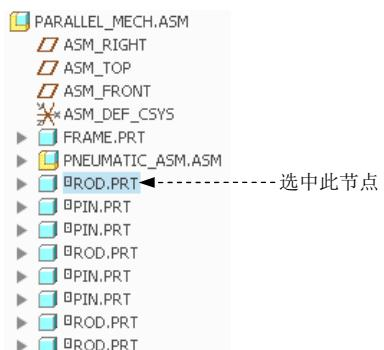

图 3.17.51 选取复制零件
Step1. 选取复制零件。在模型树中选中图 3.17.51 所示的“ROD.PRT”节点。